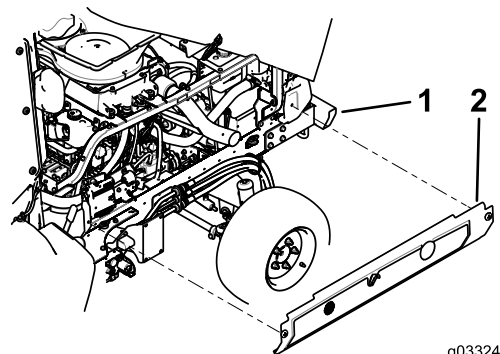

Figure 4
5. Reposez le panneau latéral sur la machine à l'aide des fixations conservées (Figure 4).